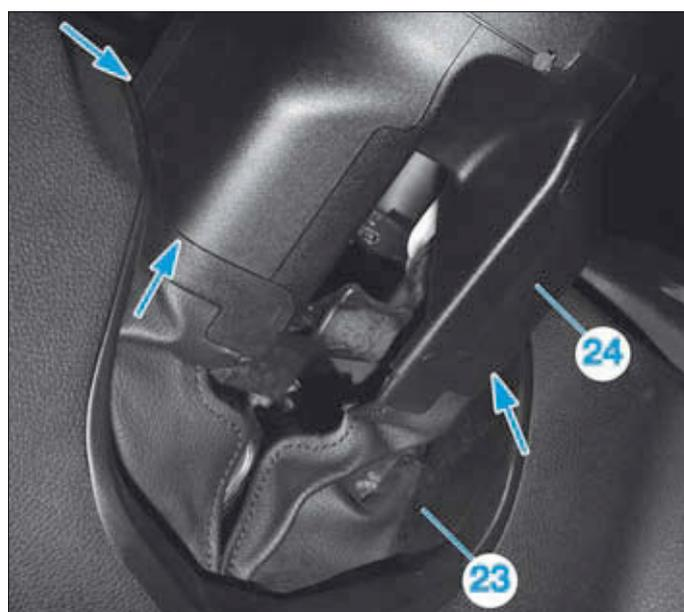

FIG. 28
- Dégrafer (flèches) le soufflet (23) du module jupe enveloppe de direction (24) (Fig.28).